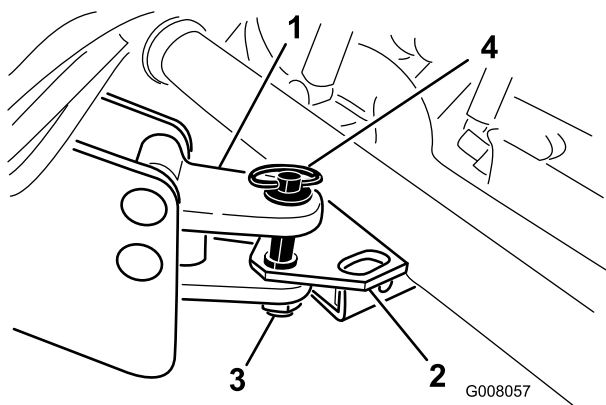

Figure 18
2. Réglez la flèche d'attelage du ProCore au même niveau que le dispositif d'attelage du véhicule (Figure 18). Le châssis du ProCore doit être de niveau avec le sol lorsqu'il se trouve sur le rouleau arrière.
3. Accouplez l'attelage du ProCore au dispositif de remorquage du véhicule à l'aide d'une goupille d'attelage et d'une goupille à anneau (Figure 18).